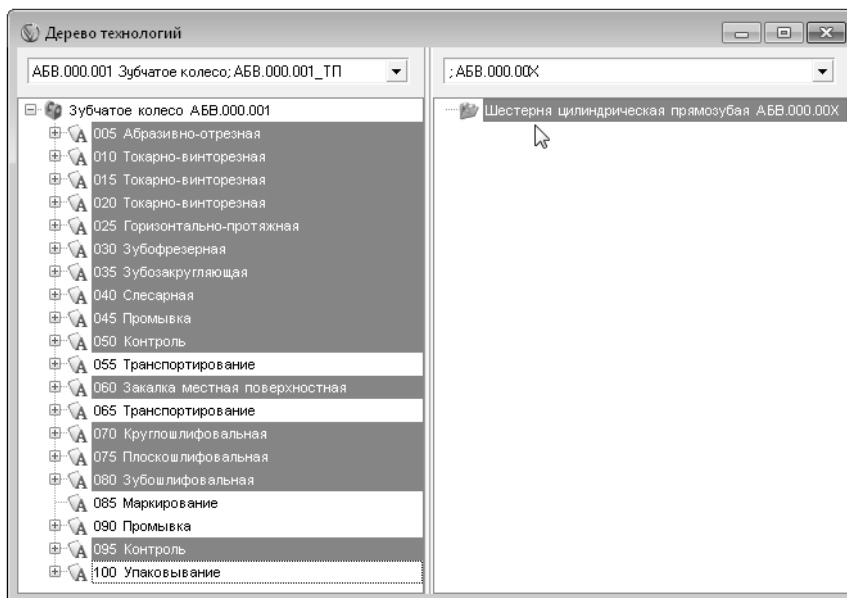

Рис. 13.4.
8. Нажмите клавишу *<Ctrl>* и, не отпуская её, выделите мышью в левой части дерева технологий последовательно операции *010 Токарно-винторезная*, *015 Токарно-винторезная*, а также операции *025 — 050, 060, 070–080 и 095*. Не отпуская левой кнопки мыши, перетащите выделенные операции в правую часть окна на наименование нового ТП (рис. 13.4).